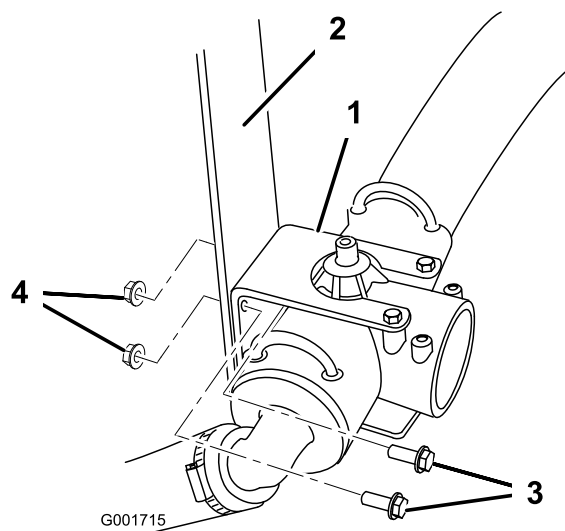

Figure 8
2. **Pulvérisateur Multi-Pro 1200 uniquement :** Sur le haut du raccord en T, débranchez le petit tube rouge de manomètre du raccord du tube vert (Figure 8).
3. Retirez les deux boulons et les deux écrous qui fixent le raccord en T d'alimentation et son support au véhicule (Figure 8). Conservez les fixations pour la repose.